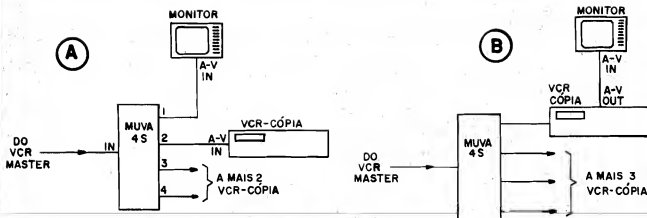

Fig. 8
- FIG. 8 - A MONITORAÇÃO - Para monitorar a gravação durante as cópias, um dos dois arranjos mostrados na fig. 8 deve ser utilizado: 8-A - Se estiver disponível um TV-Monitor (dotado de terminais RCA para Entrada de Áudio e Vídeo composto), este poderá ser então ligado a um dos conjuntos A/V de Saída do MUYA-4S, ficando os 3 outros conjuntos livres para a ligação de até 3 VCRs "copiadores"... 8-B - Quem pretender usar toda a potencialidade de Saída do MUYA-4S, acoplando 4 VCRs "copiadores", terá então que "puxar" a monitoração dos terminais de Saída de Áudio e Vídeo composto de um desses VCRs (ou, se a TV não for dotada de Entradas A/V, "puxar" o sinal da Saída de RF do VCR, para os terminais de antena do televisor, eventualmente com um be-